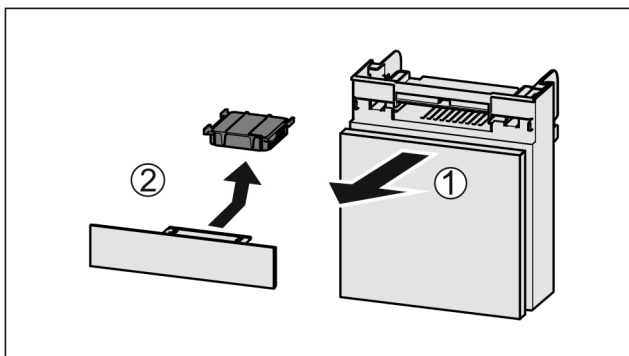

Fig. 166
- ▶ Издърпайте Fig. 166 (1) напред отделението.
- ▶ Извадете Fig. 166 (2) филтъра с активен въглен.